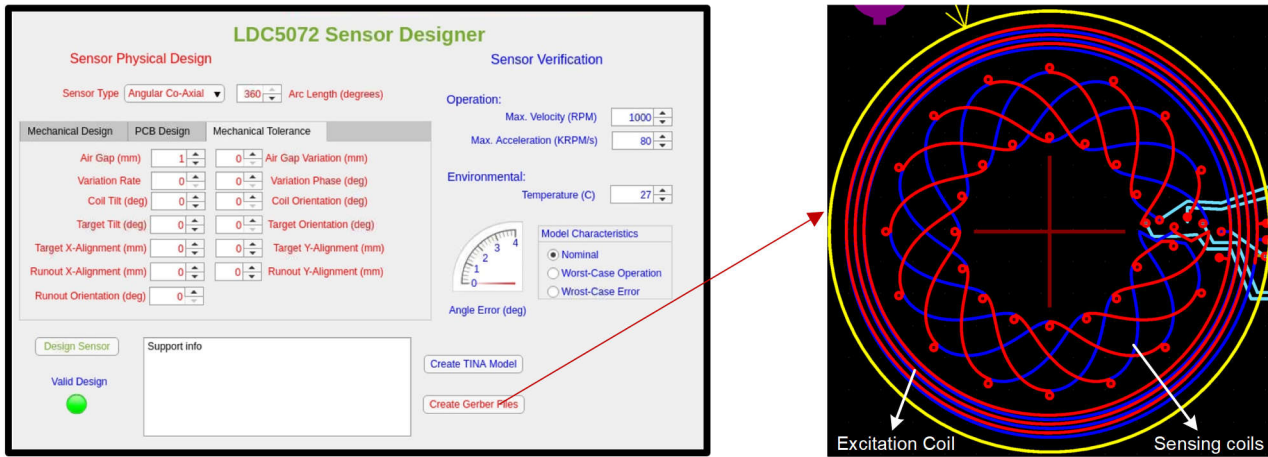

图 4. LDC5072 传感器设计工具的 GUI
德州仪器 (TI) 提供 LDC5072 传感器设计工具。客户可以输入机械和电气参数，这会自动生成 PCB 线圈的 Gerber 文件。生成 PCB 线圈后，还显示了角度误差、每个线圈的电感、每两个线圈之间的互感以及寄生电容器。传感器设计工具如图 4 所示。